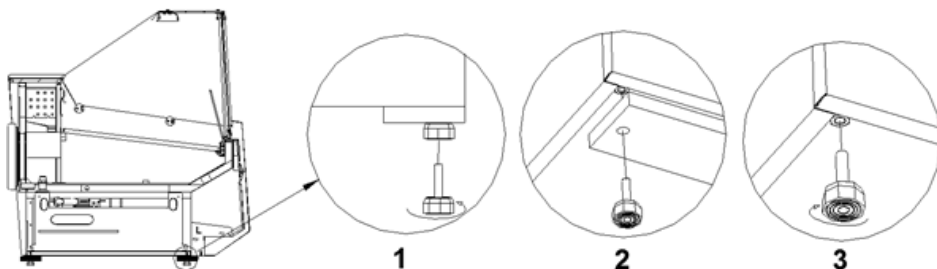

Fig.2 Removing the wooden platform
- (Betrifft nur die Vitrinen „GASTRO“) In der Vitrine die uniserale Salat-Wanne einstellen. In der Modulwanne die Querholme für GN-Behälter anbringen und dann die Behälter nach Abb.2 (S.28) anordnen